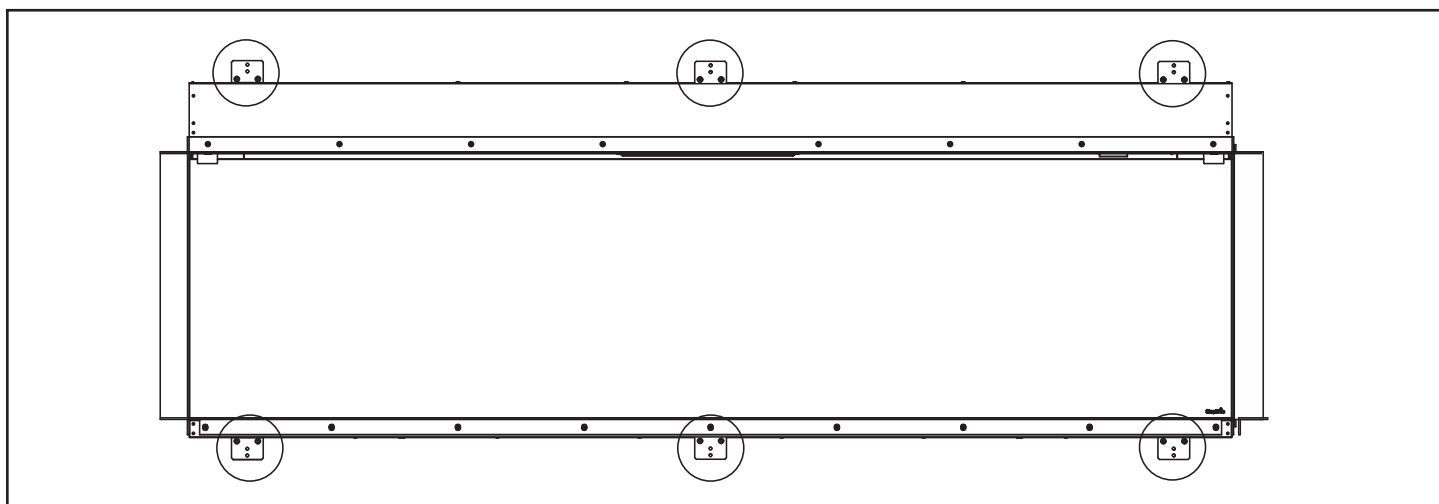

Figure 4.4 Supports de fixation
1. Dépliez les six supports de fixation. Voir la figure 4.4.